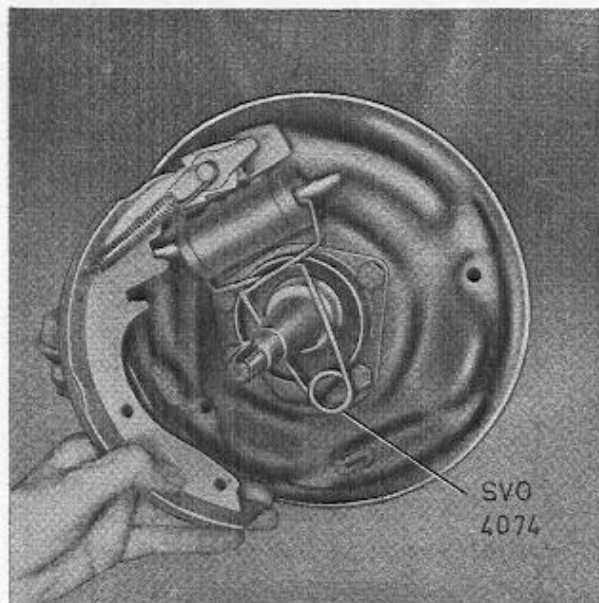

Abb. 36 Einbau der Bremsbacken
2. Die vordere Backe in ihrer Lage halten, so daß die Rückholfeder eingehakt werden kann. Die Backen nach außen drücken, um die Druckstange des Radbremszylinders einbauen zu können, siehe Abb. 36. Führungsbolzen (8) und Klammer (7) einbauen. Die hintere Backe entsprechend montieren. Die Klammer SVO 4074 entfernen. Die Einstellvorrichtung sowie deren Sicherungsfeder einsetzen. Falls ein